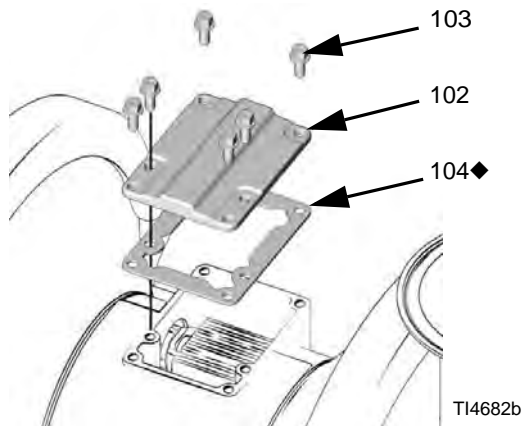

ABB.12
9. Die Ventildichtung (104) und Abdeckung (102) mit den sechs Öffnungen im zentralen Gehäuse (101) ausrichten. Unter Verwendung eines Torx-Schraubenziehers (T20) oder eines 7-mm-Steckschlüssels (9/32 Zoll) mit sechs Schrauben (103) befestigen. Mit 5,7-6,8 N•m (50-60 in-lb) festziehen Siehe ABB.12.